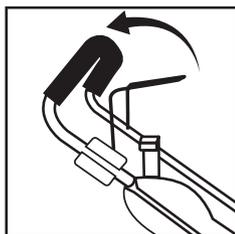

Рис. 18
- Прижмите скобу включения зажигания двигателя к рукоятке (Рис. 18).